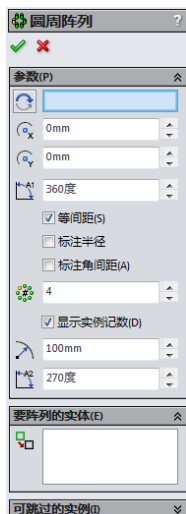

图 2-29 “圆周阵列”属性管理器
(1) 在模型面上打开一张草图, 绘制一个需复制的草图实体。
(2) 选择草图实体。
(3) 单击“草图”工具栏中的“圆周草图阵列”按钮, 或执行“工具”→“草图绘制实体”→“圆周阵列”菜单命令。
(4) 在弹出的图 2-29 所示的“圆周阵列”属性管理器中设定草图排列的参数。